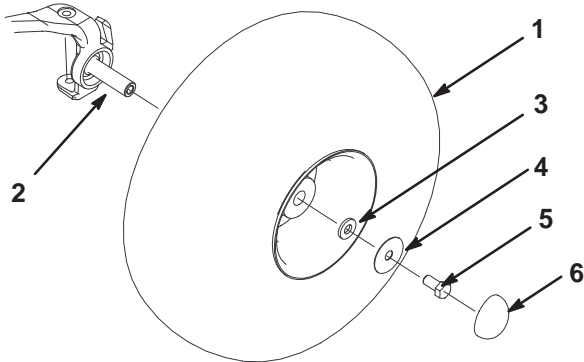

Figure 3
4. Montez les roues avec les fixations retirées précédemment (Fig. 3) et serrez les boulons à 183–224 Nm.